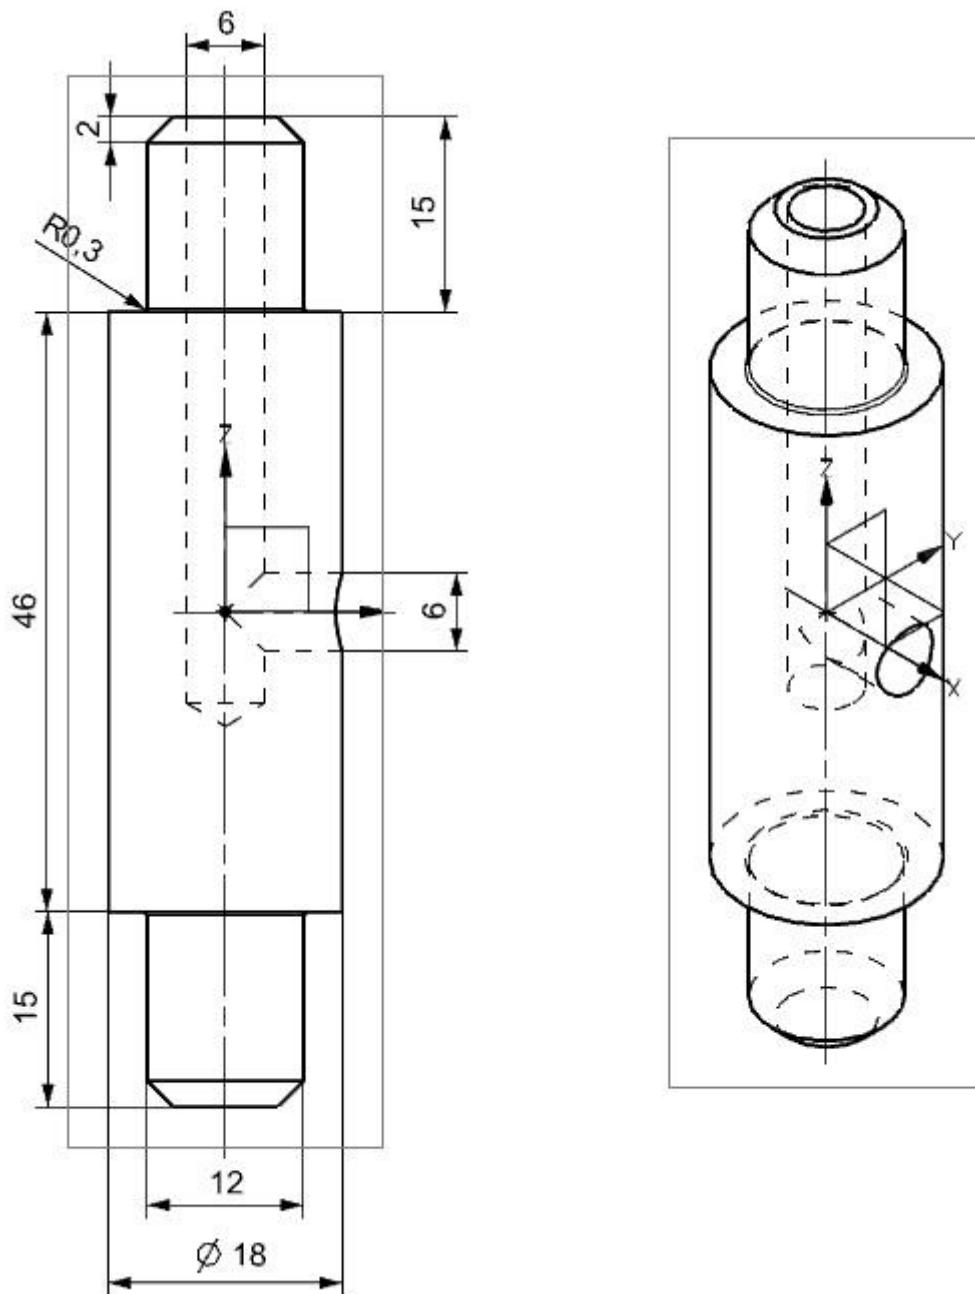

Рисунок 53 – Прозрачный вид модели «Вал»
5. Построить методом вращения модель «Вал», добавить несквозные отверстия, скругления, фаски (см. Рисунок 53).